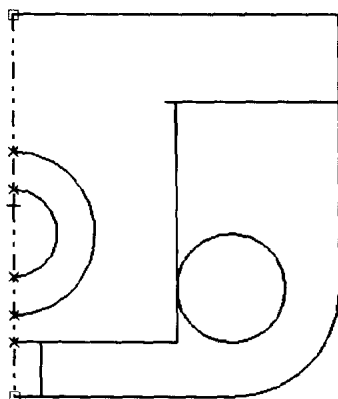

图 1-24
4. 在绘图工具条中, 选择直线命令 、相切弧命令  和圆命令 , 勾画出草图轮廓 (如图 1-24 所示)。